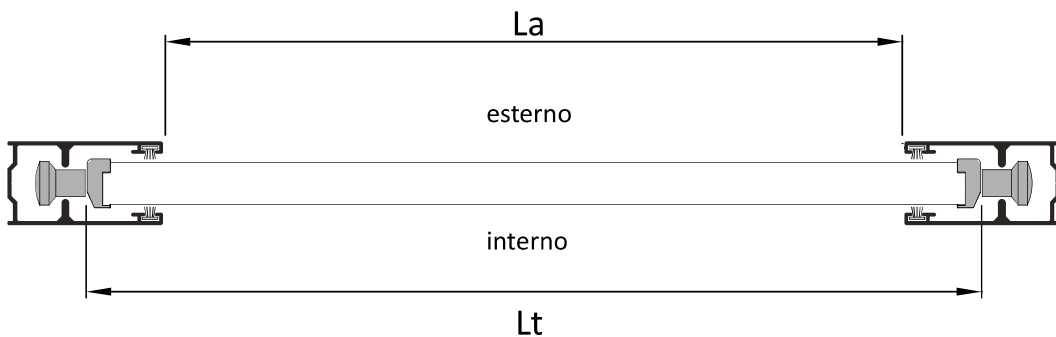

Fig. 2
1. Verificare che la dimensione (**Lc**) dell'apertura del cassonetto sia superiore alla larghezza [**(Lt) + 32 mm**] (**vedi fig. 2 e 3**). Verificare che le dimensioni interne del cassonetto consentano l'avvolgimento completo del telo come da ingombri indicati in **Tabella 1 (vedi fig. 5)**.
2. Deformare la parte superiore delle guide (4) come indicato (**vedi fig. 6**) in modo da agevolare lo scivolamento del telo senza punti di intralcio. Inserire il lamierino (4.1) nella parte superiore delle guide e fissarlo alle guide stesse mediante l'apposita vite (**vedi fig. 6**). Misurare in tre punti (in basso, al centro ed in alto) la quota (**La**) (**vedi fig. 2**) ed assicurarsi che corrisponda alla quota riportata in conferma ordine.